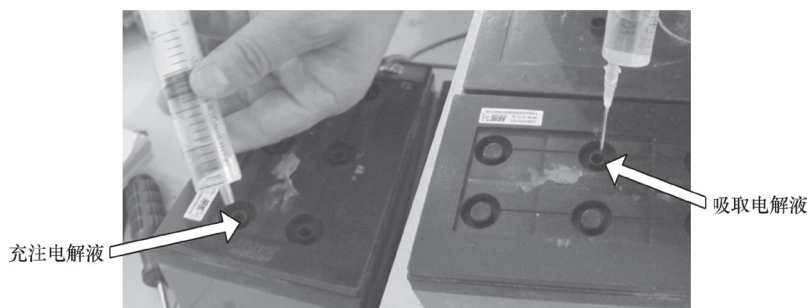

图 5-4 注入 / 吸出电解液
4) 将容量减小的蓄电池的电解液吸出, 向蓄电池内加入适量的蒸馏水静置 1 ~ 2h 后吸出, 如图 5-4 所示, 如此反复 2 ~ 3 次, 最后加入标准电解液。